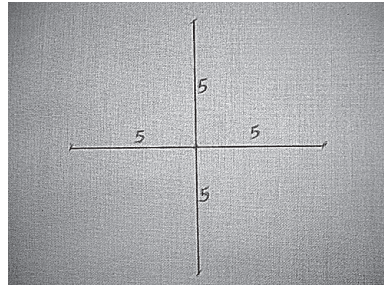

Fig. 2
1. Avec l'aide d'une règle marquer les diameters choisies sur votre tissu (la Figure: 2, 3).